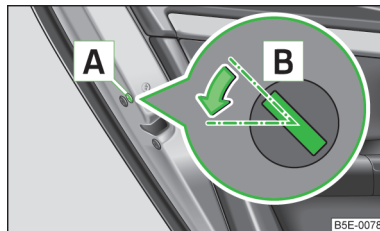

Fig. 18
- Demontați masca **A** » fig. 18.